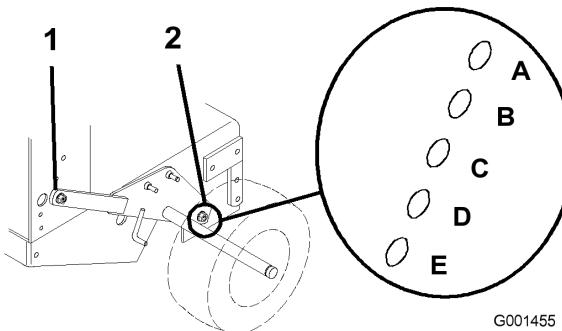

Figura 11
3. Afloje sin retirarlos los 2 pernos de pivote del eje y los 2 pernos de ajuste del eje (Figura 11).
- Coloque un gato debajo del bastidor del motor, en el centro de la parte trasera. Eleve la parte trasera del bastidor del motor lo suficiente para poder retirar los 2 pernos delanteros de ajuste del eje (Figura 11).
- Eleve o baje el bastidor del motor con el gato para poder instalar los 2 pernos de ajuste delanteros del eje en los taladros deseados (Figura 11).